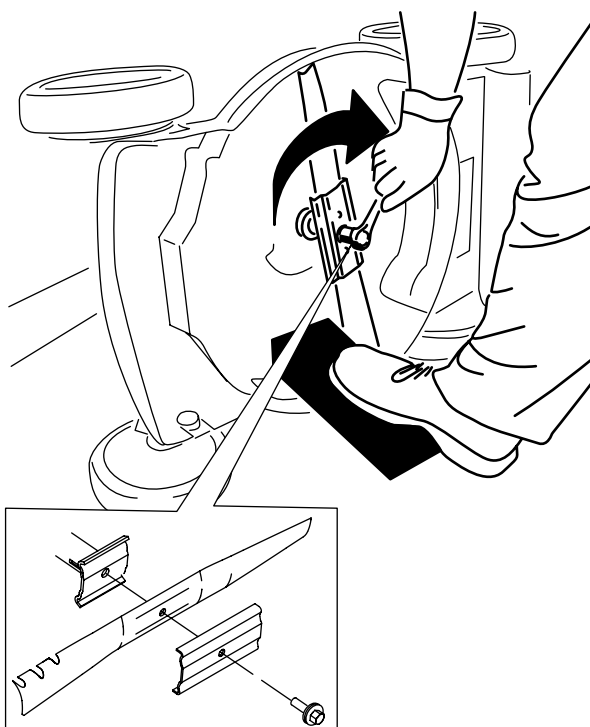

Figure 25
4. Montez la nouvelle lame et toutes les fixations (Figure 25).